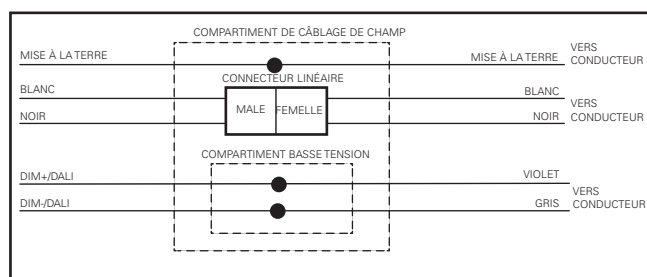

Figure 9.
4. Alimentation de 120 V ou 277 V: Connectez le fil blanc au fil blanc, le fil noir au fil noir et le fil vert (de l'alimentation électrique) au fil de cuivre dénudé de la boîte de jonction. La déconnexion linéaire a des repères pour les fils blanc (commun) et noir (chargé) (Figure 9.). Si le luminaire doit être activé depuis un interrupteur mural, branchez le fil d'alimentation noir à l'interrupteur.
- a. Pour une gradation de 0 à 10 V, utilisez le câble violet pour le DIM+ et le câble gris pour le DIM- dans le compartiment basse tension (Figure 9.).
- b. Pour une gradation DALI, utilisez les câbles gris et violet, le code couleur n'a pas d'importance (Figure 9.).